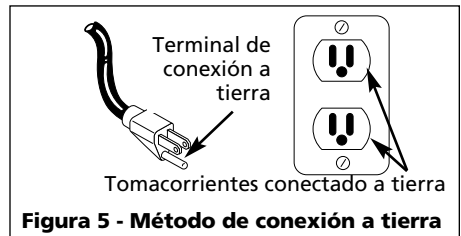

Figura 5 - Método de conexión a tierra
3. Este producto está diseñado para circuitos nominales de 120 voltios y tiene un enchufe para conexión a tierra similar al de la Figura 5. Cerciórese de conectarlo a un tomacorrientes cuya configuración sea similar a la del enchufe. Este producto se debe conectar a tierra. En caso de que ocurra un cortocircuito, esto evitaría el riesgo de choque eléctrico al ofrecerle un cable de desvío a la corriente eléctrica. Este producto tiene un cordón con un alambre y terminal de conexión a tierra. Debe conectarlo a un tomacorrientes que esté instalado adecuadamente según los códigos y ordenanzas locales.